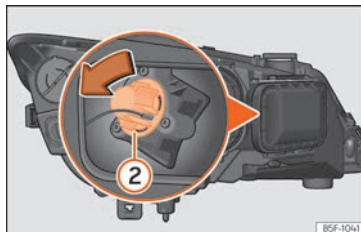

Abb. 58 Glühlampe für Blinklicht
- Drehen Sie den Lampenträger » **Abb. 58** ② nach links und ziehen Sie.